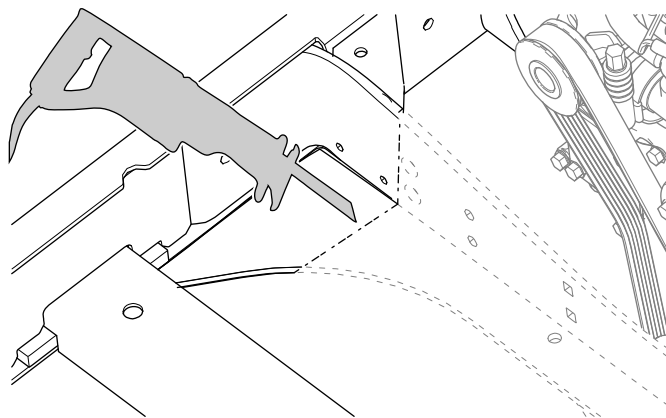

Figura 10
3. Utilize uma serra recíproca para cortar diretamente através do metal ao longo das marcações (Figura 10). Se necessário, utilize uma lixa para garantir que os cortes sejam nivelados até à extremidade.